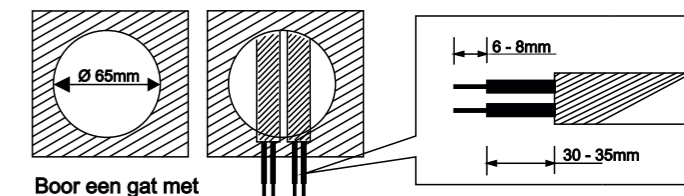

Afbeelding 6
3.3.2 Twee sensoren schakelen een last **1s** (zie afbeelding 6).